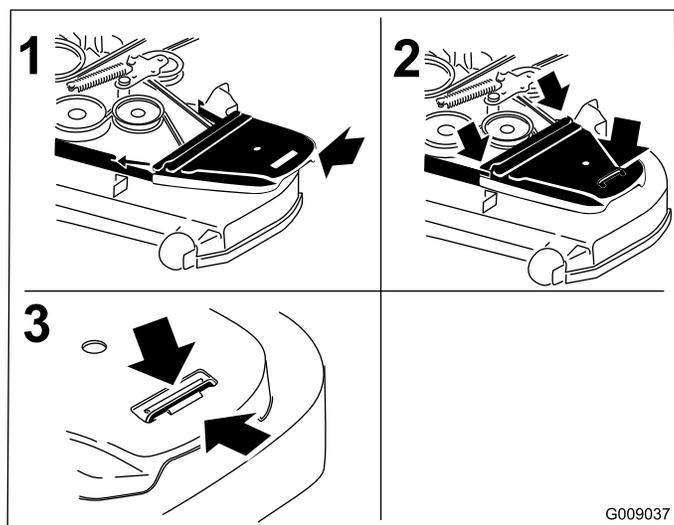

Figure 91
10. Posez les couvercles de courroie (Figure 91).